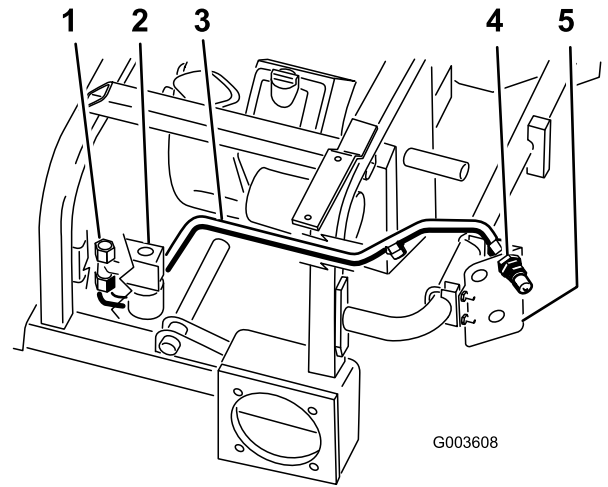

Figure 15
2. Placez la conduite hydraulique n° 1 dans la machine comme montré à la Figure 15.
3. Placez la conduite hydraulique n° 1 sur le raccord en T monté sur le côté de la vanne (Figure 15).
4. Placez la conduite hydraulique n° 1 sur le raccord mâle supérieur (Figure 15).